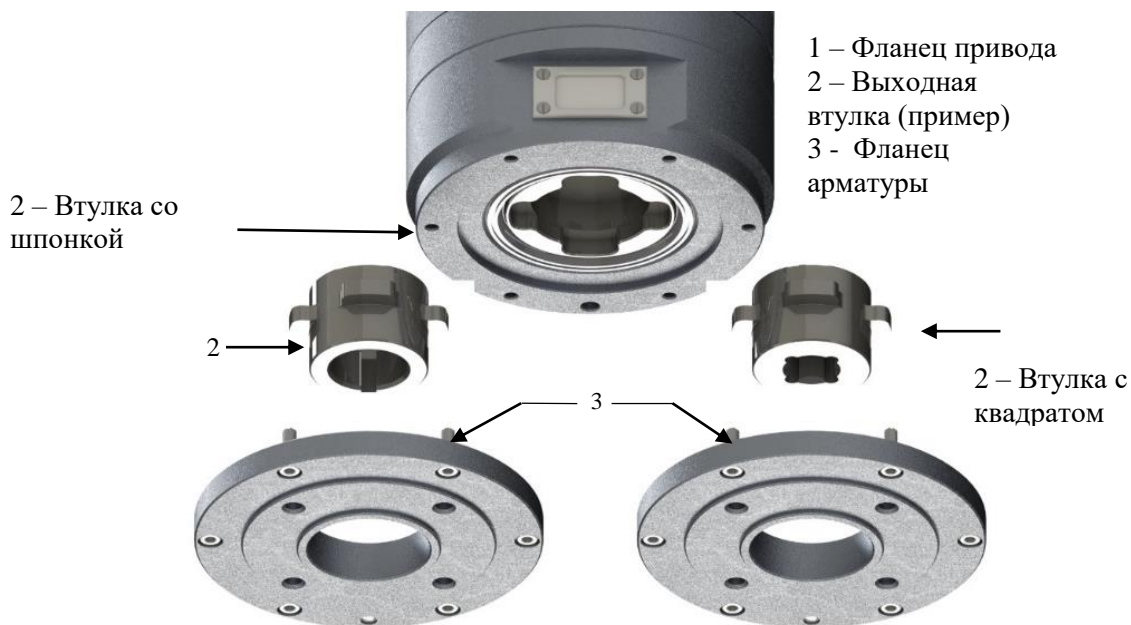

Рисунок19
- установить РэмТЭК вертикально на арматуру или переходник так, чтобы совпали элементы вала арматуры или переходника (кулачки, квадрат, шпонка и т.п.) с соответствующими элементами выходного звена привода, при необходимости проворачивая выходное звено привода с помощью ручного дублера (см.рис.19);